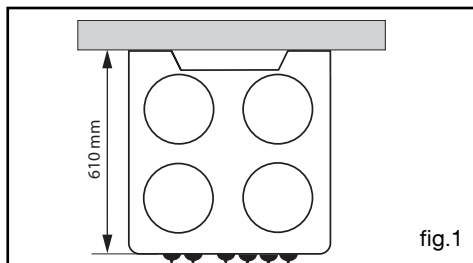

fig.1
• *Plat lèchefrite multi-usages fig.1*
Vous devez respecter la côte d'encastrement suivante (fig.1, vue de dessus):